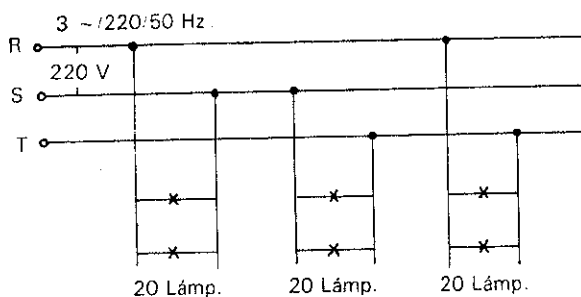

Figura 15.20
*Solución:* Como las lámparas funcionan a 220 V, es decir a la tensión compuesta, se han conectado 3 grupos de 10 lámparas entre cada dos fases con el fin de repartir equitativamente las cargas (Figura 15.20).